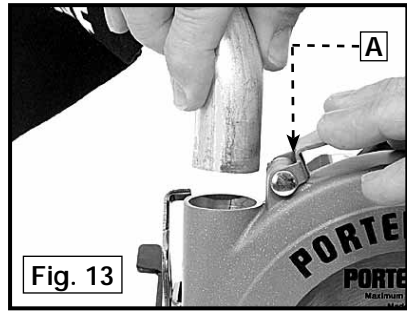

Fig. 13
1. Abra la cubierta de la descarga (A) Fig. 13, y límpiela quitándole todo el aserrín acumulado.